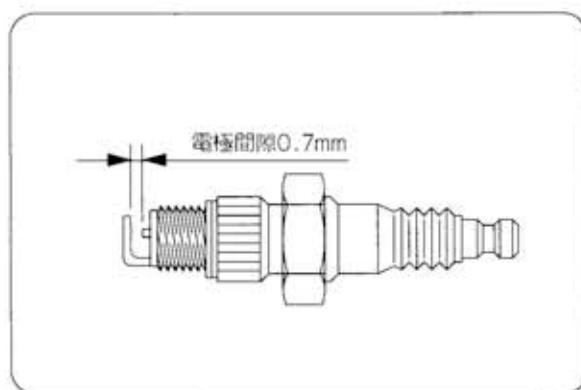

図28
- 電極の隙間が0.7mmになるように調節してください。(図28)